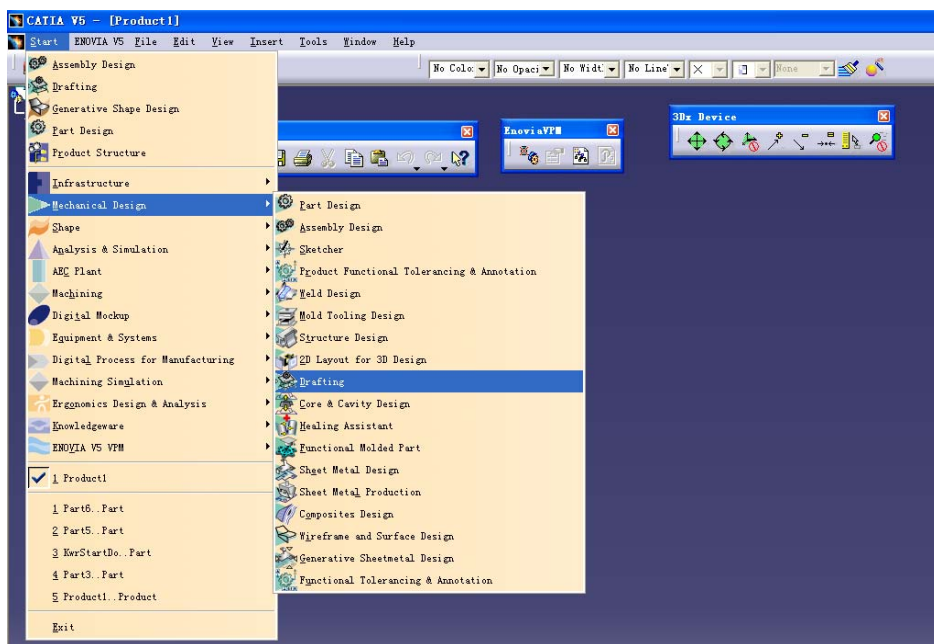

图 7-1
(1) 选择菜单中 Start → Mechanical Design → Drafting (见图 7-1)。